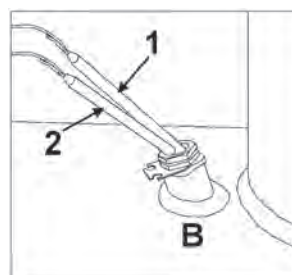

Fig. 16 - Fourreau B
Placer à l'intérieur du fourreau « B » (Fig. 16) le bulbe du thermostat du 1^{er} étage (1) et celui du thermostat du 2^{ème} étage (2).